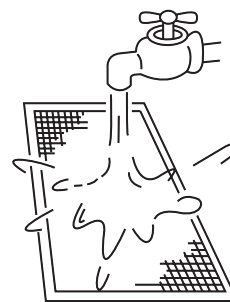

рис. 12-4
- При очистке водой фильтр должен лежать стороной притока воздуха вниз (см. рис.12-4).